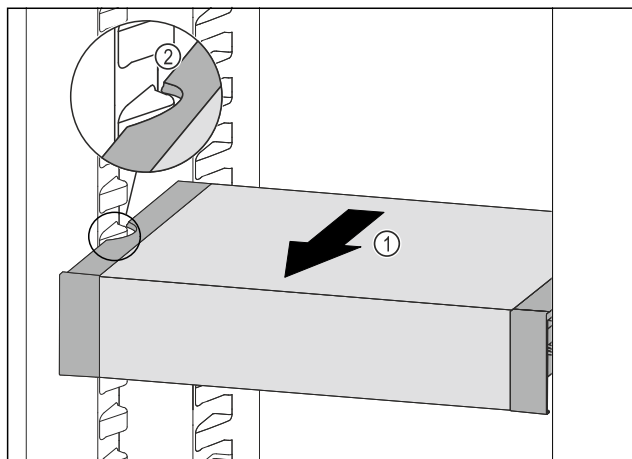

Fig. 199
- VarioSafe nach vorne ziehen Fig. 199 (1), bis sich die seitlichen Aussparungen des VarioSafes auf Höhe der Behälterrippe im Kühlteil befinden. Fig. 199 (2)